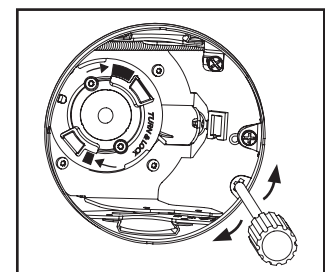

Figure 18.
2. Faites tourner le mécanisme sur la position désirée à l'aide de la languette de positionnement et d'un tournevis (Figure 18.).